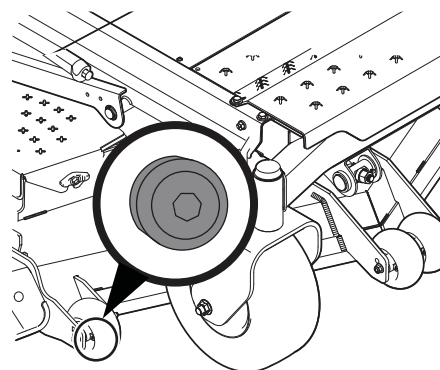

Figure 4-6
2. Tournez le bouchon dans le sens anti-horaire pour le retirer, puis vérifiez le niveau d'huile. Il doit y avoir de l'huile au fond de la cuvette, cependant le niveau d'huile NE doit PAS dépasser la marque PLEIN FROID (FULL COLD). Voir Figure 4-6. NE REMPLISSEZ PAS CE RÉSERVOIR.